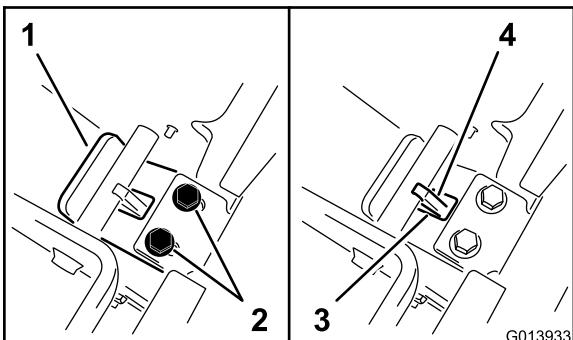

Figura 10
2. Mantendo a pressão na placa posterior, deslize o garfo na sua direção até que a aba do garfo contacte com a travessa (Figura 10).